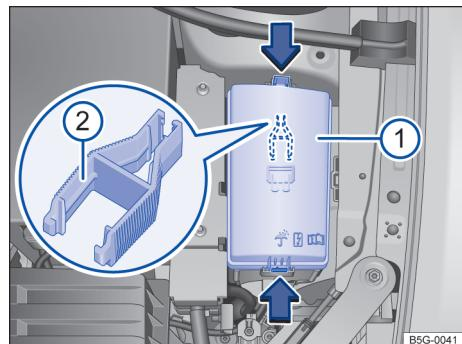

Fig. 167 No compartimento do motor: cobertura ① da caixa de fusíveis com pinça de plástico ②.
- Pressionar as travas no sentido da seta → Fig. 167 ①, para destravar a cobertura da caixa de fusíveis.
No lado interno da cobertura da caixa de fusíveis no compartimento do motor pode haver uma pinça de plástico → Fig. 167 ② para a retirada dos fusíveis.